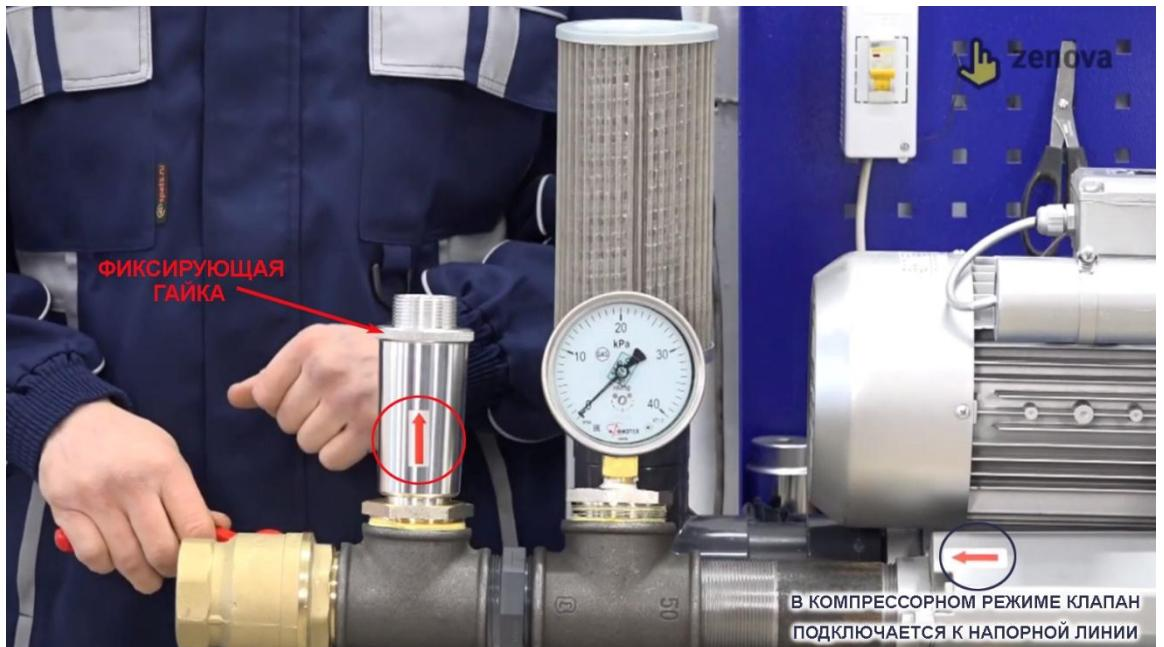

Рис. 3
4. После манометра и клапана установите выходной кран (Рис. 3).